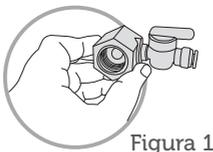

Figura 1
- 3- Rosqueie o conjunto adaptador (do kit instalação) ao ponto de água sem uso de força excessiva, apenas o suficiente para um bom encaixe. Use a fita de vedação na parte da rosca para evitar vazamentos (Figura 1).